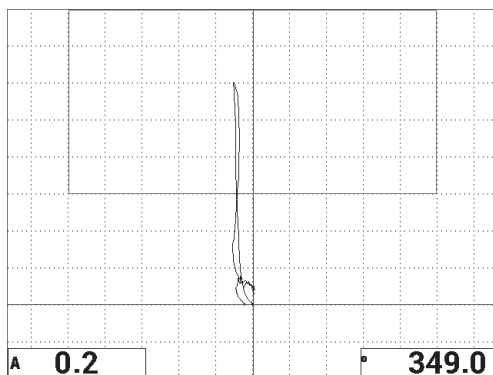

图 6-27 在脱粘缺陷上的第二次扫查
7. 再次扫查 13 毫米脱粘缺陷 (参见第 131 页的图 6-27)。